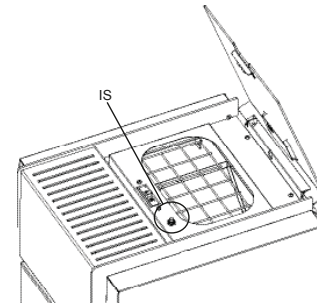

fig. 8.1
**Asegurarse de que se ha cerrado bien la tapa del depósito después que se realiza la operación de carga de pellets. Un interruptor de seguridad (únicamente en los modelos que lo incorporan) verifica el cierre (IS en fig. 8.1) y pone la estufa en alarma si la tapa se deja abierta durante más de 60 segundos con la estufa en funcionamiento.**